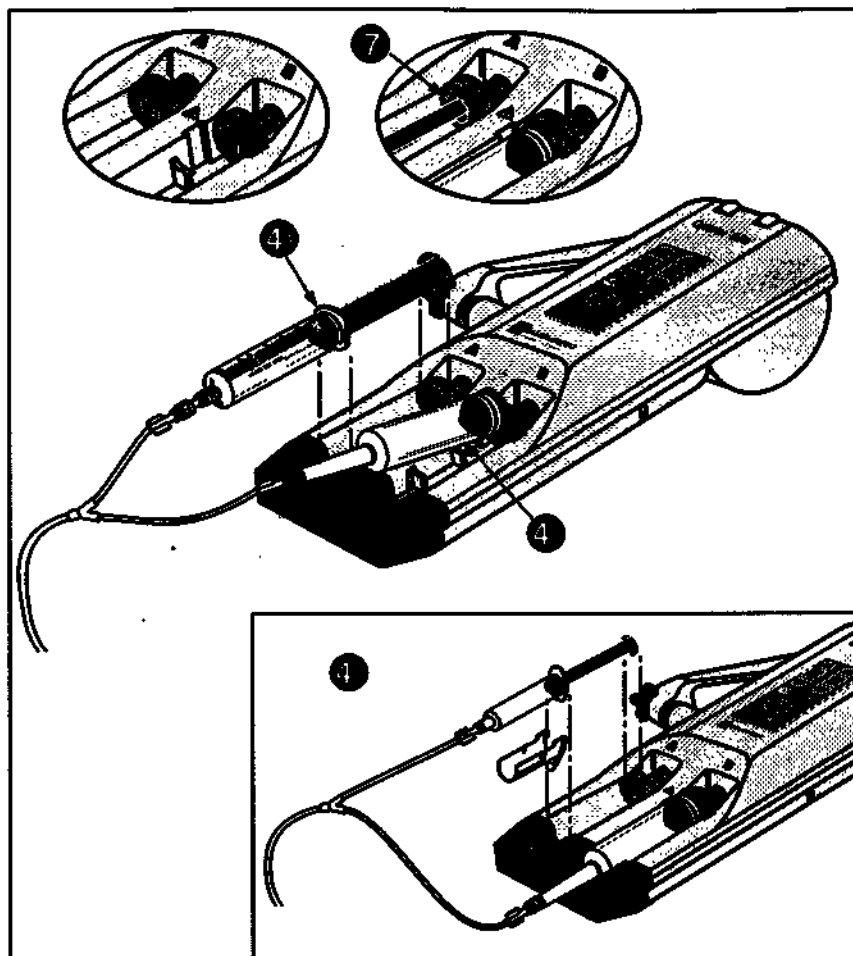

Рисунок 4-3-8 Установка шприцов 50 мл/ 60 мл и шприца 125 мл
Убедитесь в том, что основание поршня шприца соосно с поршнем шприцевого насоса ⑦. Несовпадение оси поршня шприца с осью поршня шприцевого насоса может привести к повреждению как шприца, так и шприцевого насоса. См. рисунок 4-3-8.
Убедитесь в том, что основание поршня шприца соосно с поршнем шприцевого насоса 7. Несовпадение оси поршня шприца с осью поршня шприцевого насоса может привести к повреждению как шприца, так и шприцевого насоса. См. рисунок 4-3-8.